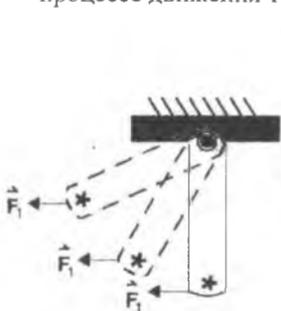

Рис. 35
- **Space Fixed** (направление, фиксированное в пространстве). В этом случае линия действия силы остается постоянной относительно глобальной системы координат (рис. 35),